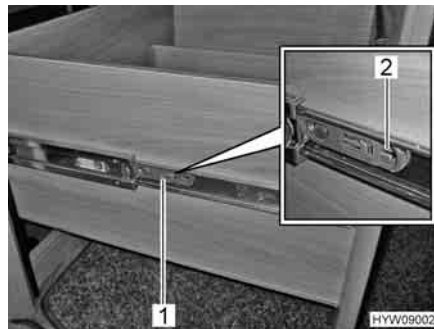

Fig. 157 Cassetto del piano di lavoro
- Tirare la linguetta (Fig. 157,1) su entrambi i lati del cassetto del piano di lavoro nella direzione della freccia (Fig. 157,2). Il cassetto del piano di lavoro può essere estratto tramite l'arresto.